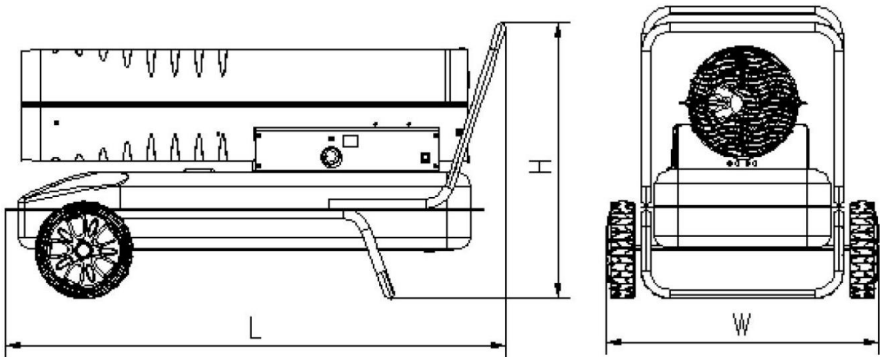

Fig.2
2. Far scorrere le ruote su ciascun asse, assicurandosi che lo stelo della valvola (se pneumatico) è verso l'esterno (vedi Fig.2)
3. Far scorrere le rondelle piatte (L) sull'asse oltre il piccolo foro. Inserire la coppia inserire lo spillo nel foro dell'asse e piegare le gambe dello spillo con delle pinze ad ago sicuro.